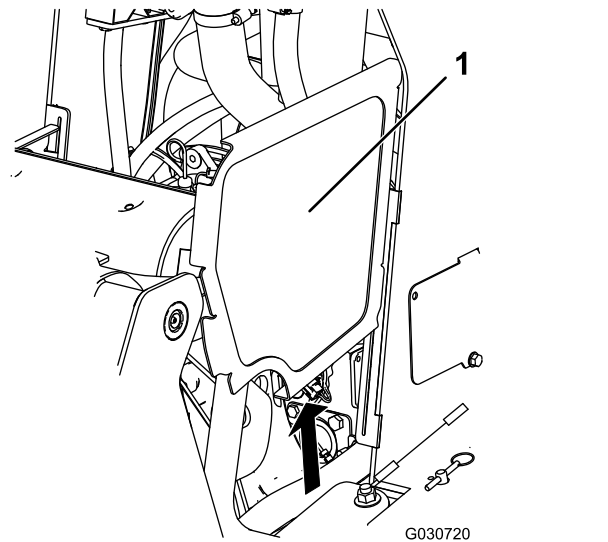

Bild 35
2. Schieben Sie die Seitengitter (Bild 35) nach oben und aus den Schlitzern im vorderen Gitter und im Rahmen.